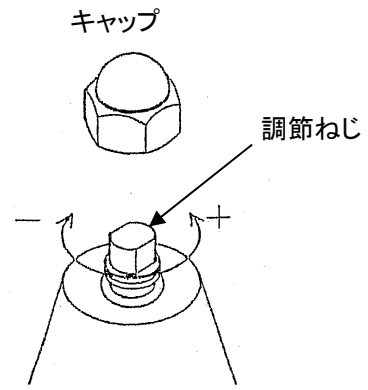

図2
- (2) キャップを外し、圧力計を見ながら調節ねじを回転させ希望圧力に調整します。(図2)
- (3) 調整後はキャップを取付けます。